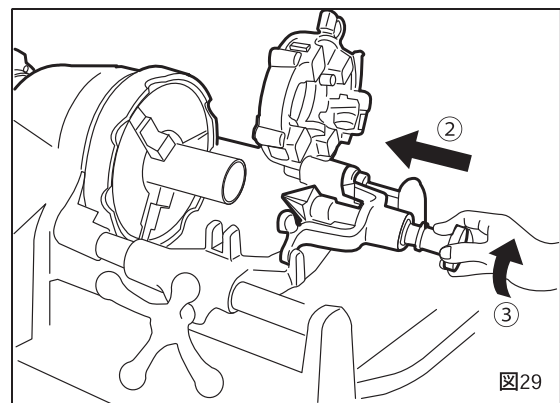

図29
12. 面取り (図29、30)
- ①使用しないダイヘッドとカッタをおこしてください。
- ②リーマをたおして、往復台にセットしてからリーマ握りを押しして図29のようにリーマを突きだします。
- ③握りを反時計方向に回してホルダーにセットします。(図29)